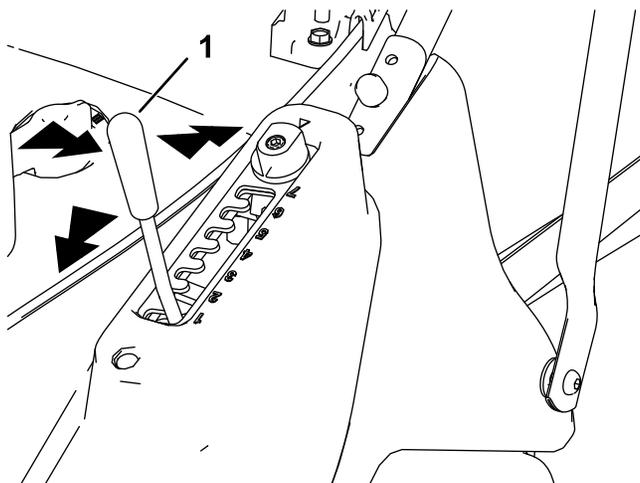

Bild 12
1. Fassen Sie den Schnitthöhen-Hebel an und ziehen ihn seitlich, um ihn aus der Arretierungskerbe zu lösen (Bild 12).
2. Drücken Sie den Hebel zum Verringern der Schnitthöhe nach vorne oder ziehen ihn zum Anheben der Schnitthöhe nach hinten (Bild 12).
3. Lassen Sie den Hebel in der gewünschten Stellung los und stellen Sie sicher, dass er in einer der sieben Einstellkerben einrastet (Bild 12).